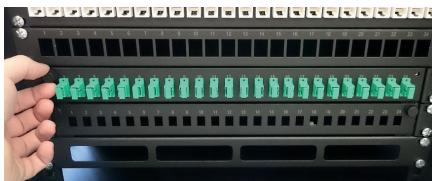

Imagen 11 / figure 11
Inserte la bandeja en el Rack (generando cierto ángulo para que entre). Introdúzcala hasta el fondo, con precaución (evitando así poder dañar alguna de las fibras accidentalmente). Inserte los dos tornillos que permiten bloquear la bandeja extraíble (Imagen 11).
*Insert the tray into the Rack (slight angle may be needed to insert the tray). Push it to the bottom, with caution (avoiding any damage to the fibers). Insert the two screws that allow you to lock the removable tray (figure 11).*